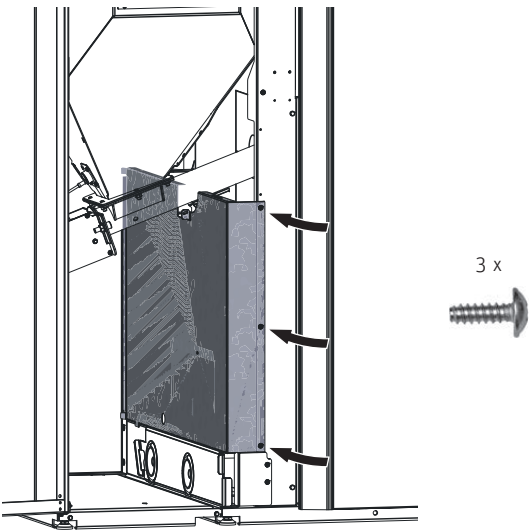

Fig. 100 Spingere la piastra di protezione dal contatto dietro e avvitarela anteriormente
- Spingere la piastra di protezione dal contatto dietro sulla parete posteriore e fissarla anteriormente con 3 viti auto-filettanti – Fig. 100.